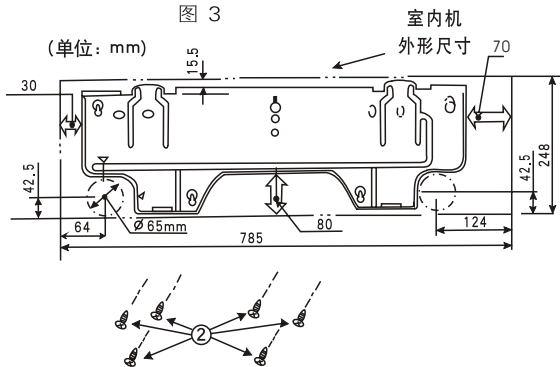

图 5
- (3) 必须按图 5 所示用不少于 6 个规定的螺钉牢固安装。